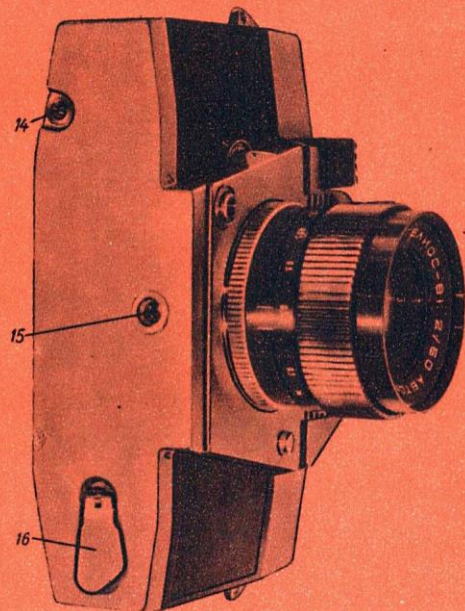
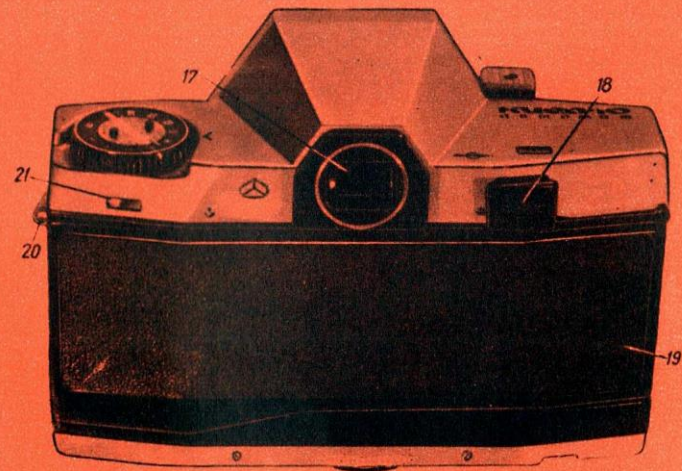

Рис. 2. Вид фотоаппарата снизу:
Рис. 3. Вид фотоаппарата со стороны задней стенки:
2. Открыть заднюю стенку 19 (см. рис. 3), отвернув рукоятку обратной перемотки 16 (см. рис. 2) и нажав расположенную под ней кнопку замка.
окне 21 (рис. 3) будет перемещаться светлый флажок. При неплотной намотке пленки на первых кадрах флажок будет оставаться неподвижным.
Не нажимайте спусковую кнопку, если рычаг взвода 18 (см. рис. 3) находится не в исходном, а в промежуточном положении, так как при этом может произойти поломка аппарата.